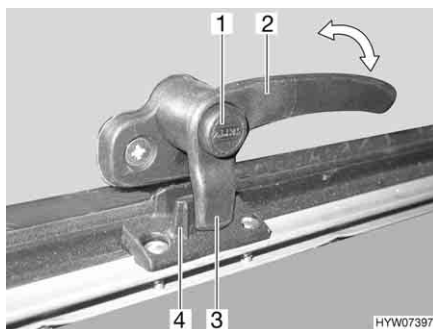
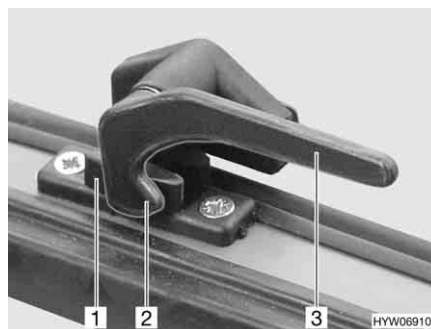

Fig. 101 Levier de verrouillage avec bouton de sécurité en position "Fermé"
Fig. 102 Levier de verrouillage en position "Fermé"
- S'il existe, appuyer sur le bouton de sécurité (Fig. 101,1) et le maintenir enfoncé.
- Tourner le levier de verrouillage (Fig. 101,2 ou Fig. 102,3) d'un quart de tour vers le centre de la fenêtre.
- Tourner le levier de verrouillage (Fig. 101,2 ou Fig. 102,3) d'un quart de tour vers le cadre de la fenêtre. Le tenon de verrouillage (Fig. 101,3 ou Fig. 102,2) du levier de verrouillage repose complètement sur le côté intérieur du verrouillage de fenêtre (Fig. 101,4 ou Fig. 102,1).
- En position "Fermé" (Fig. 101 et Fig. 102)